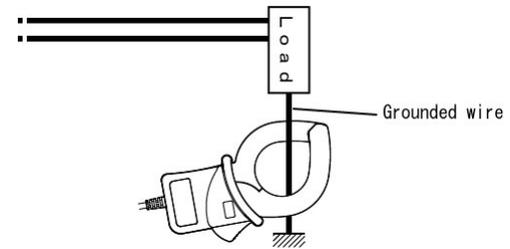

Fig.2 Mesure de courant de fuite à la terre
- (2) Mesure de courant de fuite à la terre (fig. 2): enserrez un conducteur mis à la terre.